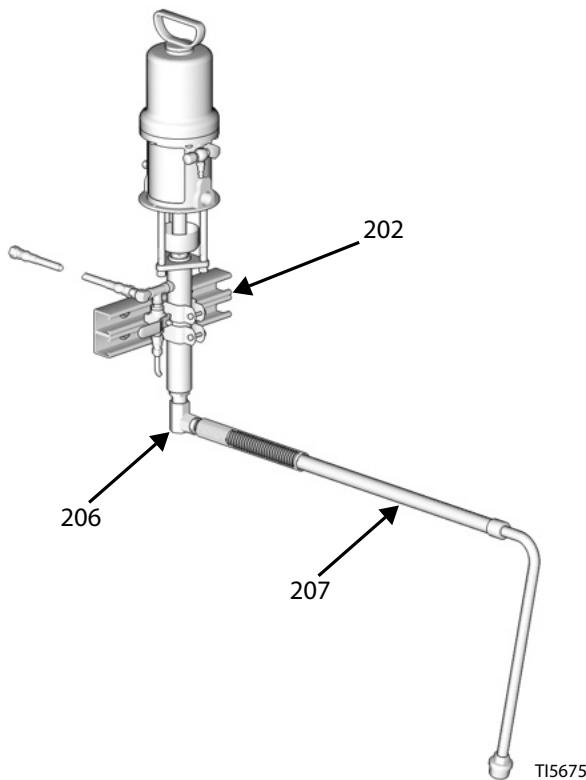

Рис. 1. Комплект промывки растворителем
- См. Рис. 1. Установите насос с помощью прилагаемого монтажного кронштейна (202) и соединительных деталей. Установите кронштейн на стене, на задней части стойки дозатора или на тележке.